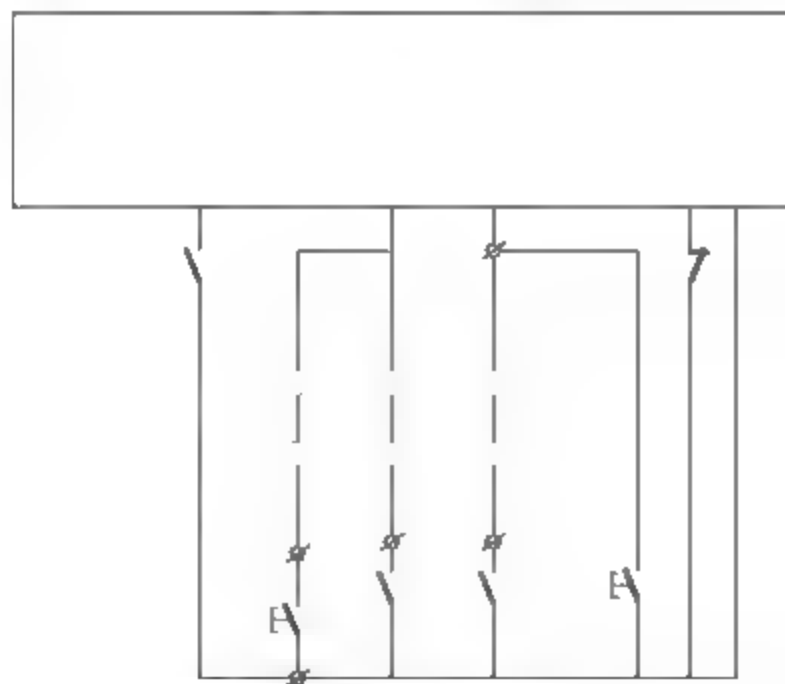

图10-27 修剪线路
**14** 调用TR【修剪】命令,修剪遮挡圆形的线路,结果如图10-27所示。